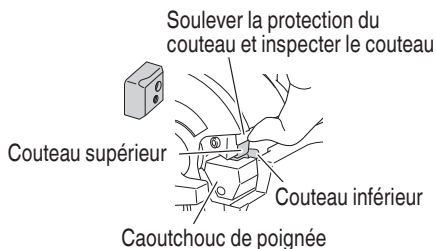

Fig. 28
- (6) Vérifier la présence d'anomalies telles que l'usure, la déformation ou des fissures dans le couteau. (Fig. 28)